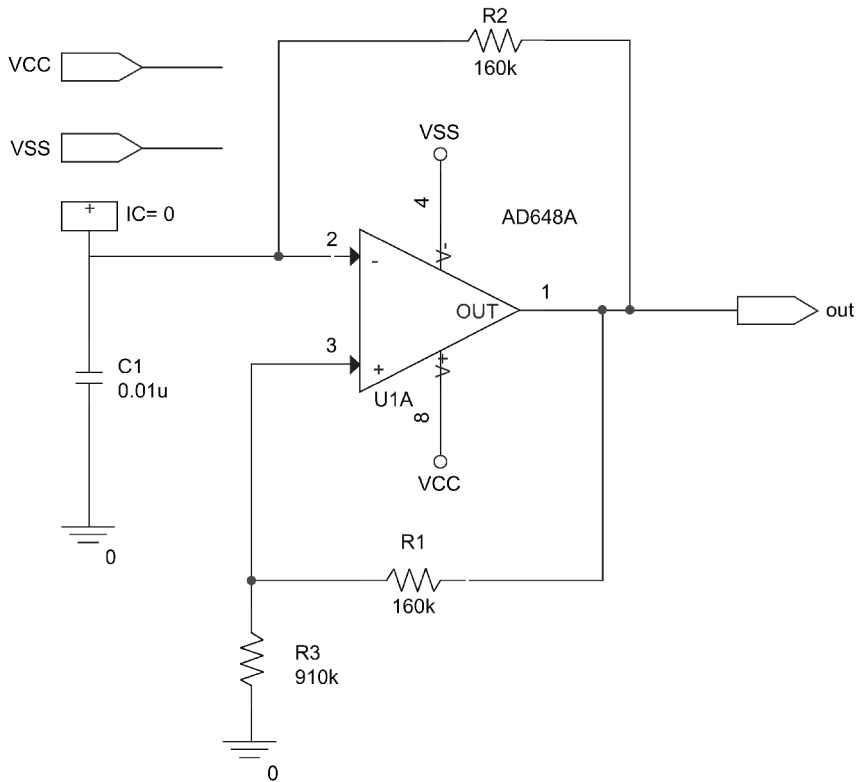
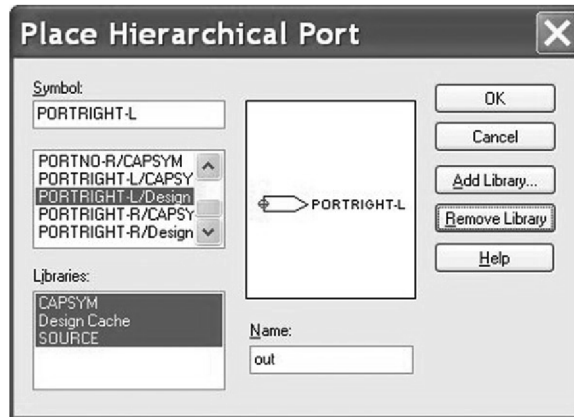

图 20.20 125Hz 振荡器
图 20.21 放置层模块端口
2. 绘制如图 20.20 所示的电路。运算放大器 AD648 选自 opamp 元器件库。如果使用的 PSpice 软件为演示版, 则运算放大器改为 uA741, 从 eval 元器件库进行选择。如图 20.21 所示, 选择菜单
**Place > Hierarchical Port** 放置层模块端口, 在输出节点 out 放置 PORTRIGHT - L 端口, 在 VCC 和 VSS 电源节点放置 PORTRIGHT - R 端口。如图 20.20 所示, 把电源端口分别命名为 VCC 和 VSS, 并且在每个端口绘制一段短的连接导线。
为了使电路产生振荡, 需要把电容的初始电压值设置为 0V。从 special 元器件库中选择 IC1 放置于电容 C1 上端, 并且设置 IC = 0, 如图 20.20 所示。